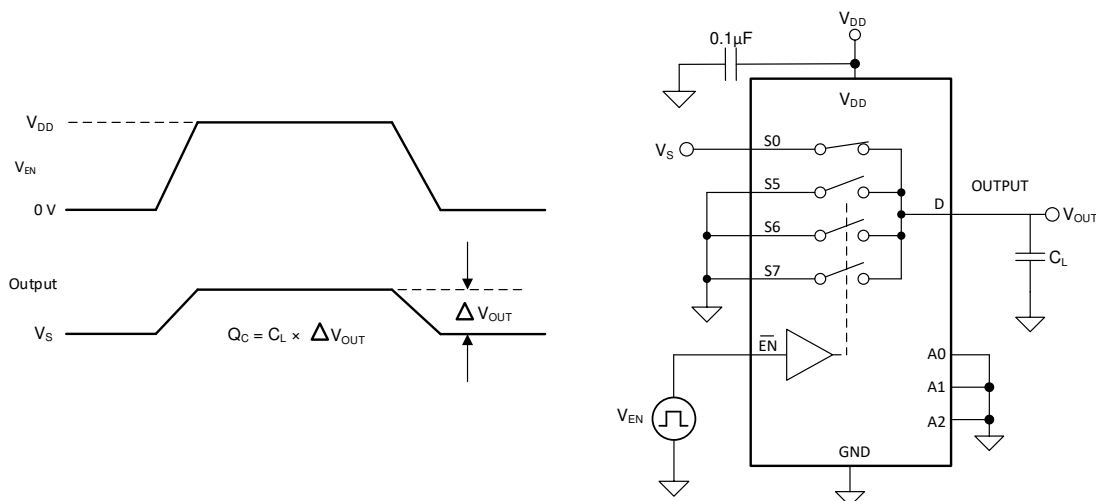

图 7-7. 电荷注入测量设置
TMUX1308A 和 TMUX1309A 器件具有传输门拓扑结构。NMOS 和 PMOS 晶体管之间电容的任何不匹配都会导致在栅极信号的下降沿或上升沿期间向漏极或源极注入电荷。注入器件源极或漏极的电荷量称为电荷注入，用符号 Q_C 表示。图 7-7 展示了用于测量从源极 (Sx) 到漏极 (D) 的电荷注入的设置。